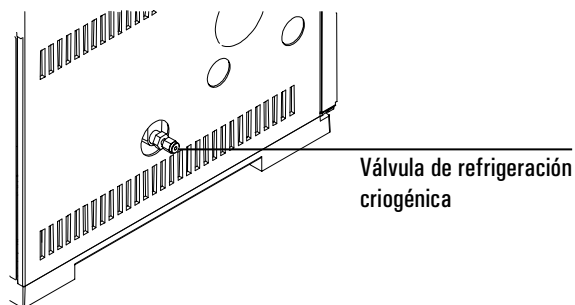

Figura 109 Posición de la válvula de refrigeración criogénica
2. Localizar la entrada de refrigerante en el lateral izquierdo del GC. Preparar el tubo suficiente para alcanzar desde el tanque de suministro hasta esta salida. Ver la Figura 109.